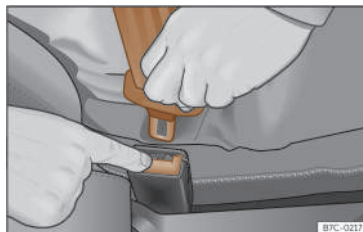

Fig. 21 Rilasciare la linguetta della chiusura della cintura.
- Premere il tasto rosso della chiusura >>> **fig. 21.** La linguetta uscirà dalla chiusura.